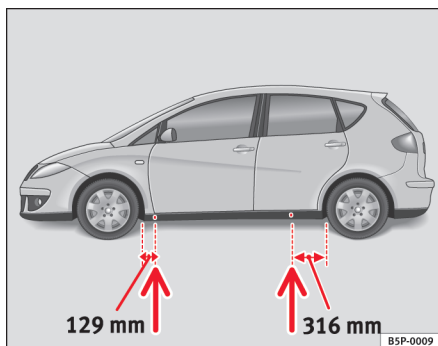

Fig. 178 Løftepunkter til donkraften
- Find det løftepunkt på panelet, der er tættest på det hjul, der skal skiftes ⇒ side 253, fig. 178.
Panelet er trykket lidt ind forrest og bagest, der hvor donkraften må sættes på ⇒ side 253, fig. 178. Der er et sted for hvert hjul. Donkraften må ikke sættes på andre steder.